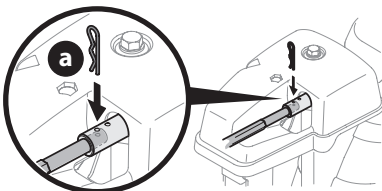

Figura 25
7. Empuje la varilla de control del canal hacia el tablero de control hasta que el orificio de la varilla quede alineado con el collarín de entrada del control del canal que está más cerca del cabezal de control del canal, e inserte el broche de horquilla (a) que extrajo en el Paso 1 (Figura 25).